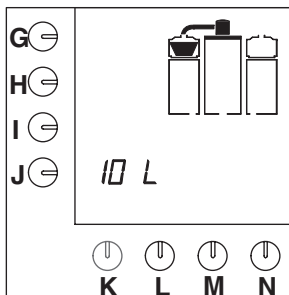

Fig. 9 Temps d'égouttage
- Dès que le container est rempli, le porte filtre clignote sur l'écran de contrôle pendant le temps d'égouttage (fig.9).
- Le témoin lumineux s'allume. Les options par défaut s'affichent sur l'écran de contrôle (fig.9).